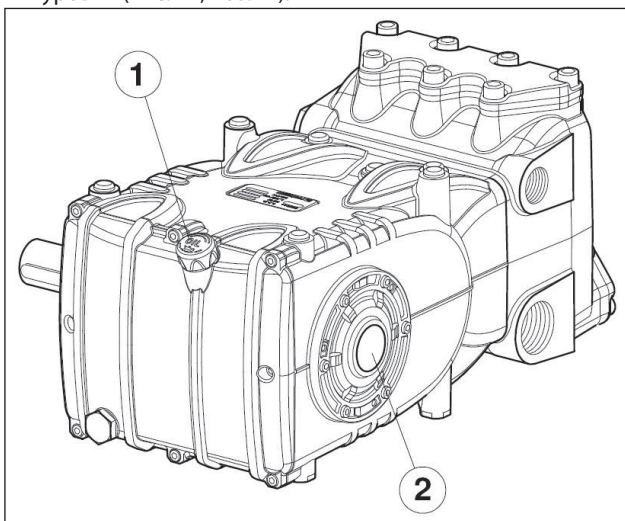

Рис. 14
5. Масло в картере насоса находится на правильном уровне при выполнении проверки с помощью специального щупа (Рис. 14, поз. ①) или, только в исключительном случае, с помощью индикатора уровня (Рис. 14, поз. ②).